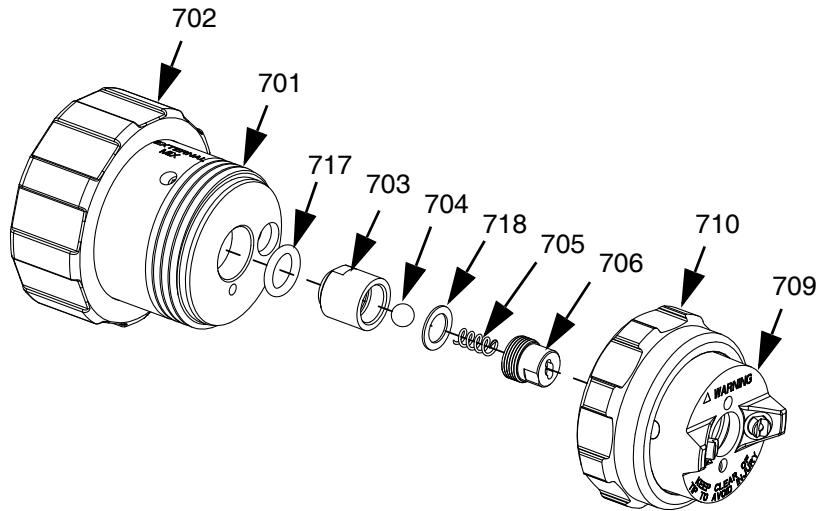

FIG. 19
- Retire el anillo de retención (710) y el conjunto de la tapa de aire (709) del cabezal (701).
- Desmonte el conjunto de la válvula de retención (703).
- Utilice dos llaves en las caras planas del sello (703) y la tapa de la válvula de retención (706) para retirar la tapa. El resorte (705) y la bola (704) caerán cuando se retire la tapa.
- Retire e inspeccione la junta tórica (717) y la arandela (718). Sustitúyala si está desgastada o dañada.
- Lubrique la junta tórica y móntela en el conjunto de la válvula de retención (703).
- Instale la arandela (718), bola (704) y resorte (705) en el sello de la válvula de retención (703), luego instale la tapa de la válvula de retención (706) en el asiento de la válvula de retención apretándola con la mano.
- Utilice dos llaves en las caras planas del sello (703) y tapa de la válvula de retención (706) para apretar la tapa de la válvula de retención en el sello de la válvula de retención a 2,6-3,1 N•m (23-27 in-lb).
- Instale el conjunto de la válvula de retención en la cabeza. Vea la FIG. 19 para la orientación del conjunto.
- Instale el conjunto de cabezal de aire y apriete el anillo de retención (710).